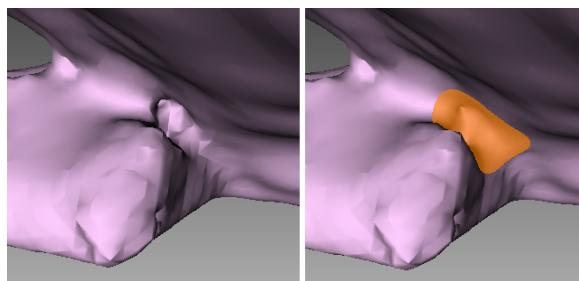

Рис. 8.36: До сглаживания (слева) и сглаживание плохо отсканированного участка (справа)
6. Удерживайте лкм и покрасьте участок поверхности, чтобы применить к нему сглаживание. Инструмент сгладит все выделенные области (см. Рис. 8.36, справа).